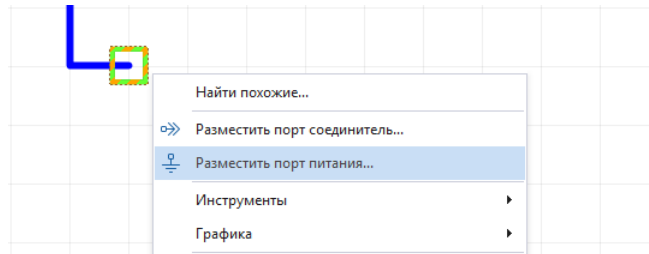

Рис. 121 Контекстное меню свободного окончания цепи
2. Вызвать контекстное меню со свободного окончания цепи и выбрать тип размещаемого порта, см. Рис. 121.